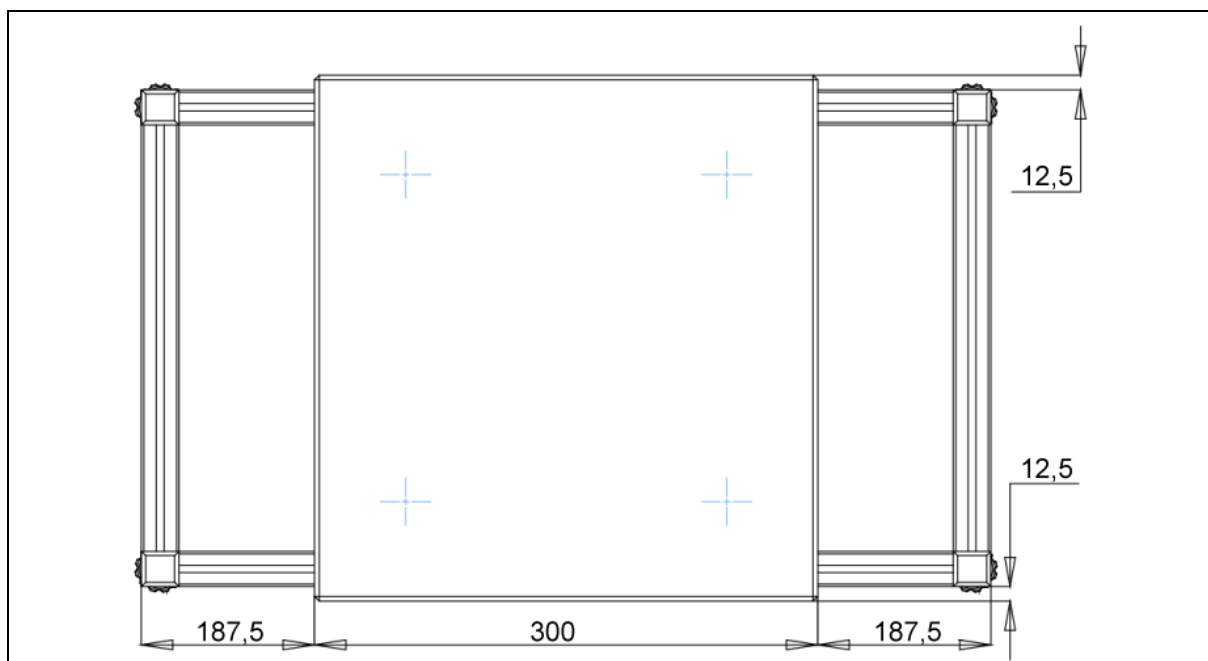

Abb. 5
7. Granitblock auflegen und möglichst genau zentrieren. In Abb. 5 und 6 wird der fertig montierte innere Tisch dargestellt.